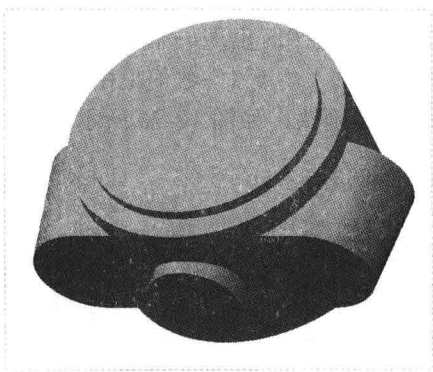

图 18-73 创建拉伸特征 4
Step 12 单击“关闭”面板中的“确定”按钮, 完成截面绘制并退出草绘环境，返回“拉伸”选项卡；设置拉伸高度为 40，单击“应用并保存在工具中所做的所有更改，然后关闭工具操控板”按钮, 完成拉伸特征的创建，如图 18-73 所示。